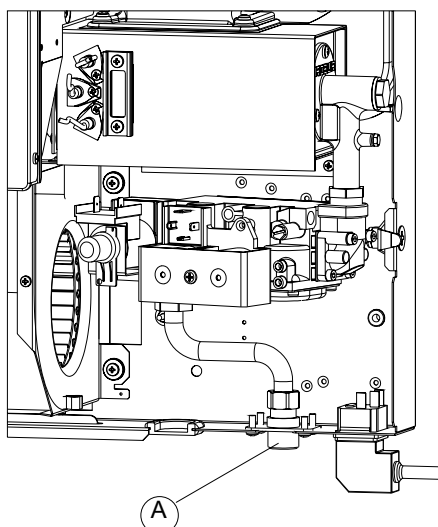
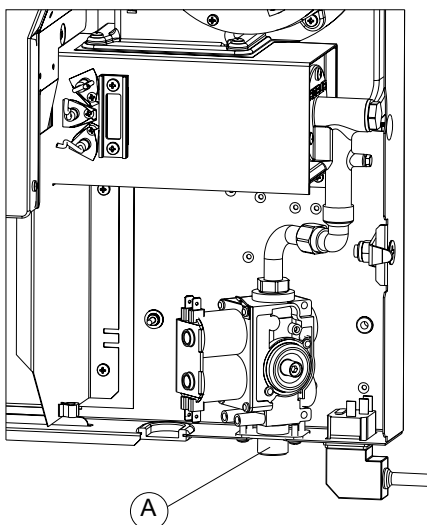
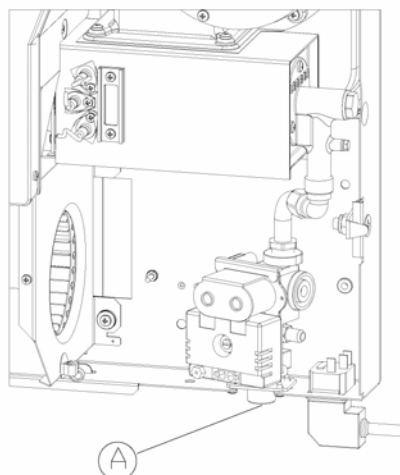

Figura 13 – Posizione alimentazione gas per i modelli 52
Figura 14 – Posizione alimentazione gas per i modelli 41 e 42
Figura 15 – Posizione alimentazione gas per i modelli 51
2. Collegare il tubo gas al nipplo filettato presente sul telaio del termoconvettore in basso a destra (vedi riferimento A di Figura 13, Figura 14 e di Figura 15).